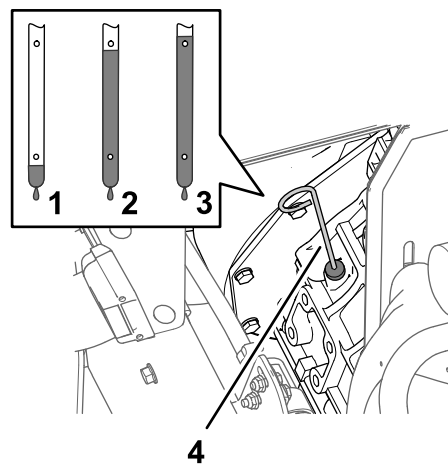

Figure 77
6. Sortez la jauge et vérifiez le niveau d'huile dans le carter moteur (Figure 77).
7. Faites l'appoint d'huile spécifiée avec précaution pour faire monter le niveau jusqu'au repère maximum sur la jauge (Figure 77).